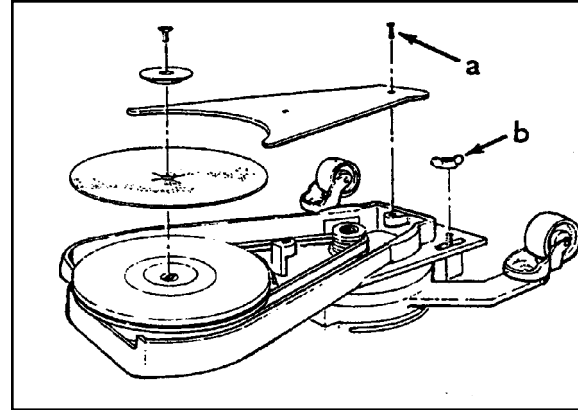
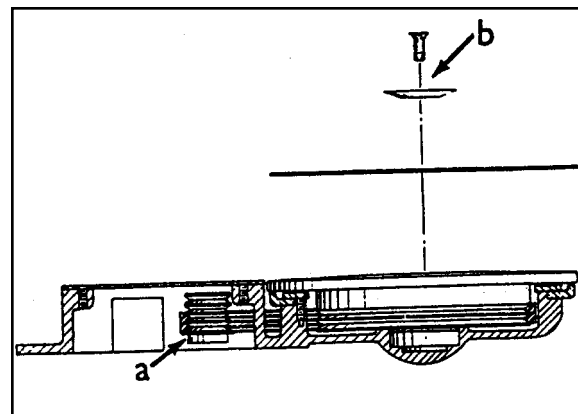

Figura 3
Figura 4
2. Rimuovere il carter della cinghia (Figura 3-a). Collocare la prolunga sul motore e serrare manualmente la vite a brugola (Figura 3-b). **Inserire la cinghia di trasmissione nelle scanalature più basse sulla puleggia del motore, come mostra la Figura 4-a (per la punta di spin supplementare con cuscinetto di diametro pari a 7").** Le scanalature più alte servono per il collegamento di altri accessori. Tendere la cinghia di trasmissione, quindi serrare le viti a brugola. Ruotare il supporto del cuscinetto per controllare la posizione della cinghia di trasmissione e le scanalature della cinghia di trasmissione del cuscinetto.
4. Rimuovere la vite e il fermo del nastro abrasivo. Centrare il nastro abrasivo sul cuscinetto e bloccarlo in posizione con l'apposito fermo e la vite (Figura 4-b).